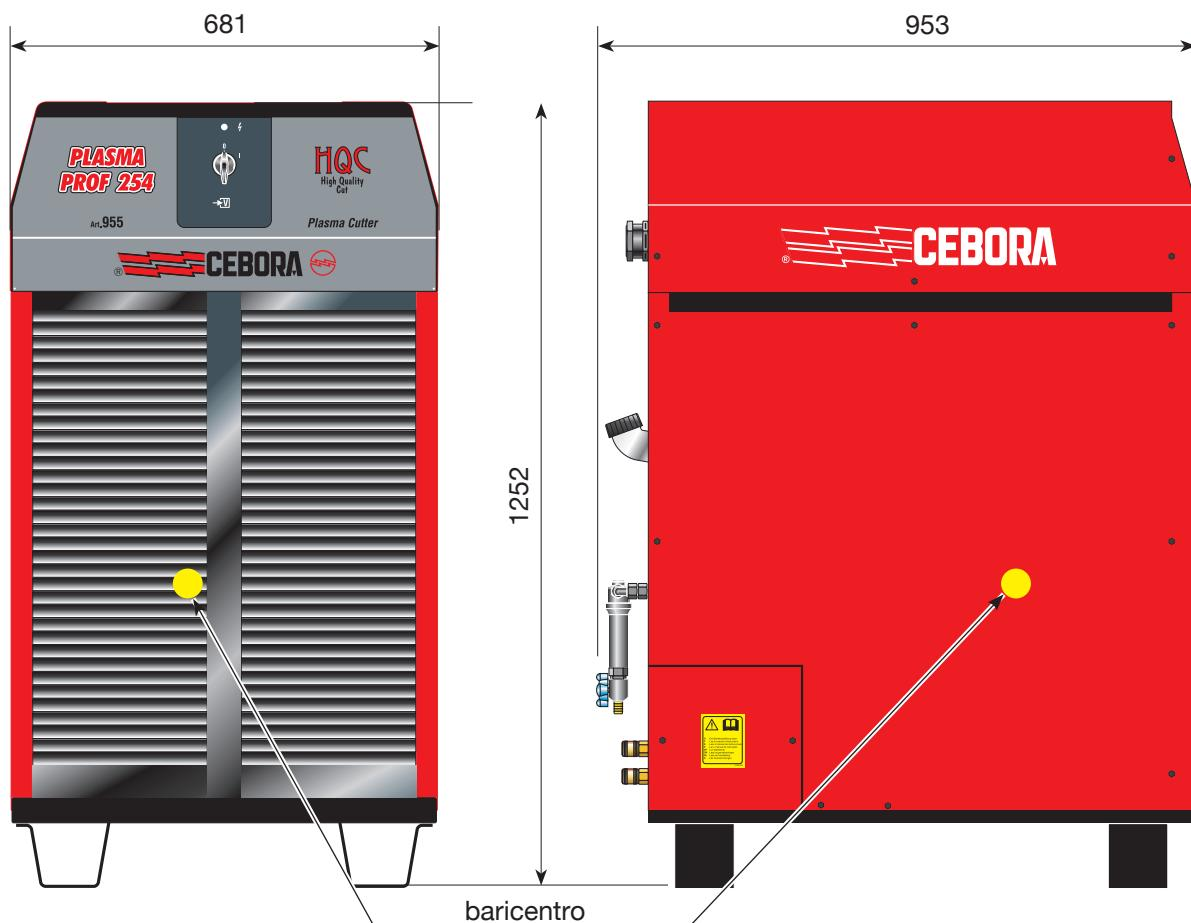

Fig. 2
- soulever le générateur avec un chariot élévateur en positionnant les fourches en fonction du barycentre du générateur (voir Fig. 2). Le refroidisseur prélève l'air depuis l'arrière du générateur et la fait sortir depuis les grilles situées à l'avant. Positionner le générateur de façon à obtenir une ample zone de ventilation et maintenir une distance d'au moins 1 m par rapport aux éventuels murs.